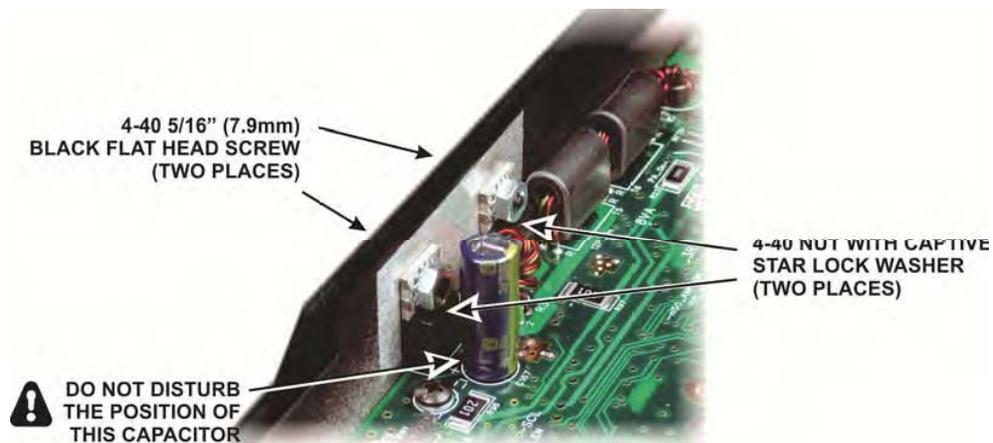

Figure 41. Securing the Tabs for Q6 and Q7 on the RF Board to the Bottom Cover.
□ 図41に示されるような下カバーへの2つのトランジスタ用にタブを安全にしてください。